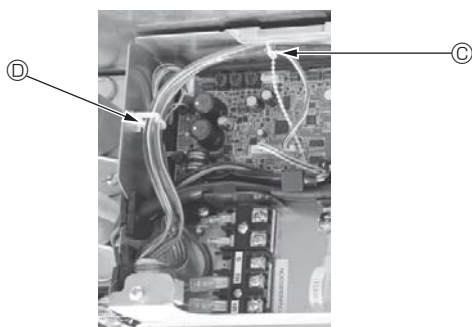

Fig. 5-15
- Plasser de overflødige delene av i-See-sensoren og signalmottakerens koblingsledninger i el-komponentboksen, festet med ledningsklemme som vist i diagrammet, og sikre ledningene sammen med festene. (Fig. 5-15)